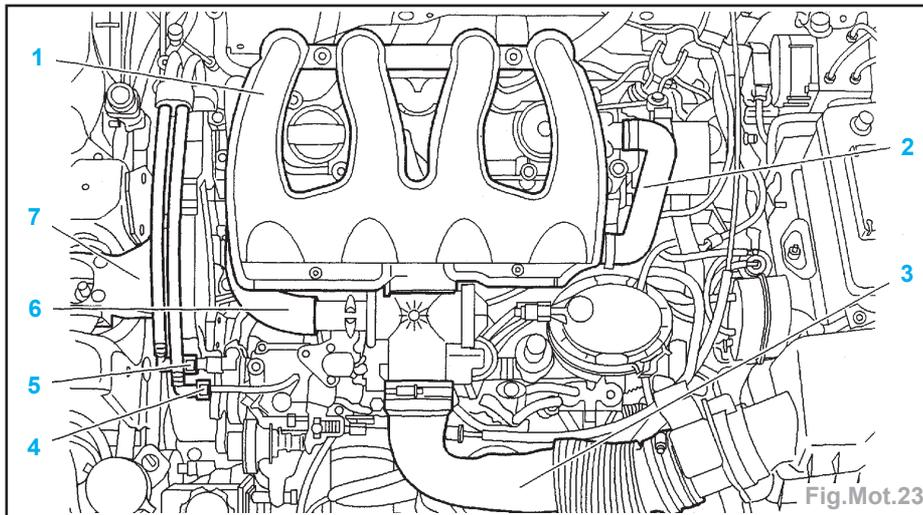

Fig.Mot.23
- Désaccoupler et écarter (Fig.Mot.23) :
- le tube (6),
- les conduits (2) et (3).
- la durit d'arrivée gazole (5),
- la durit de retour gazole (4).
- Déposer le répartiteur d'air (1).